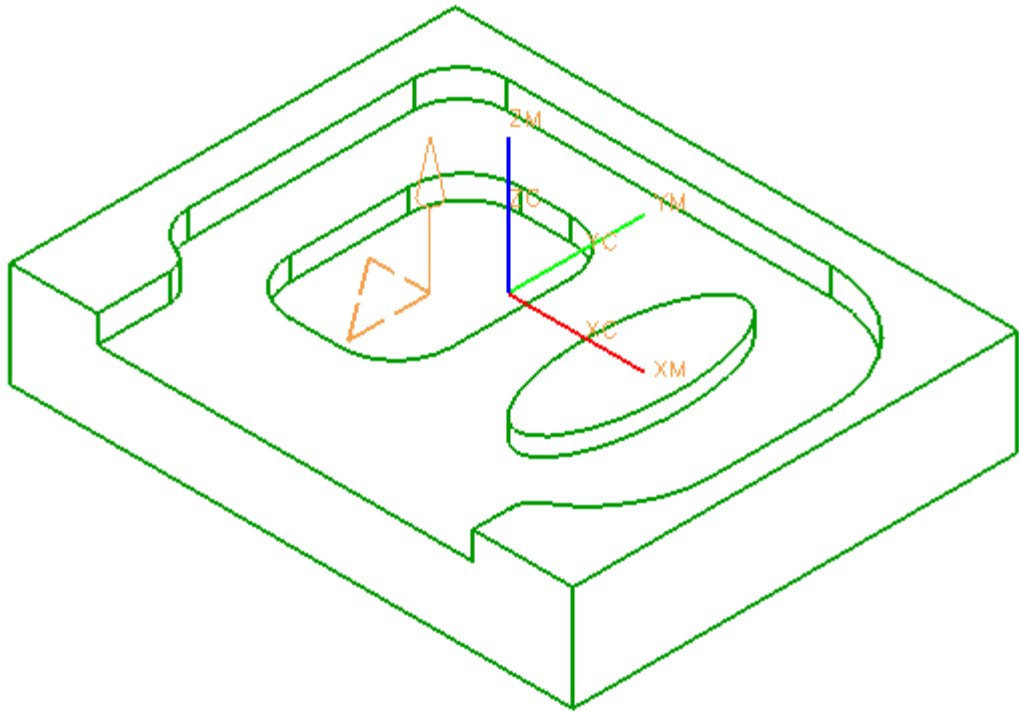

图 8-80
- 单击 , 指定如图 8-80 所示的底平面, 单击确定。